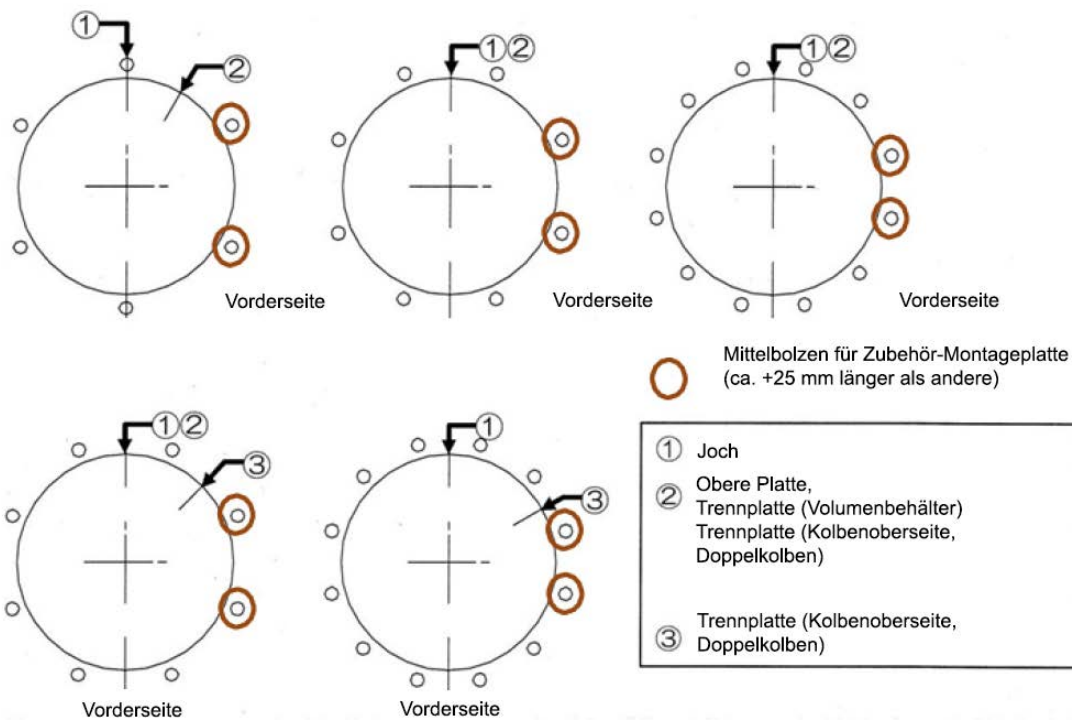

Abbildung 19 – Positionierung der Mittelbolzen
12. Stellen Sie sicher, dass die Positionen der Luftanschlüsse korrekt sind. Setzen Sie die Mittelbolzen in die Bohrungen der oberen Platte und des Jochs ein. Montieren Sie die Federringe und Muttern und ziehen Sie diese von Hand leicht an. Montieren Sie die Federringe und Muttern von Hand an der Unterseite des Jochs. Stellen Sie sicher, dass die Position der Mittelbolzen (ca. +25 mm länger als andere) für die Zubehör-Montageplatte, falls vorhanden, der Abbildung 19 entspricht.